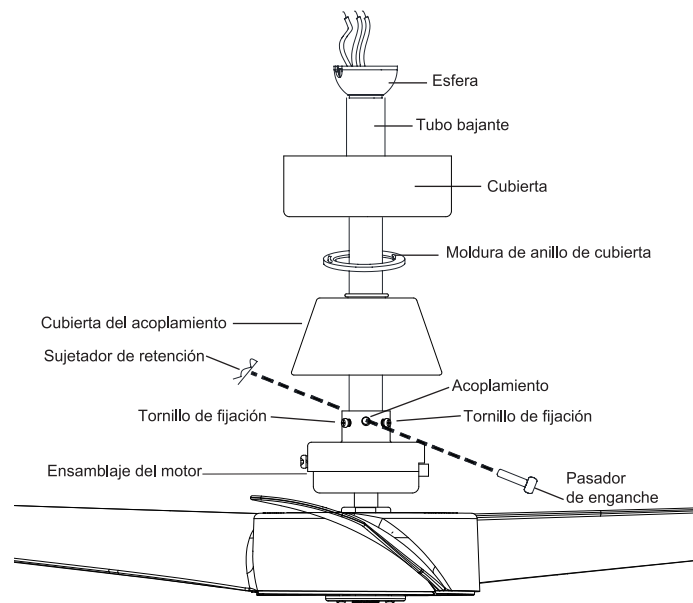

Fig. 9
Paso 4. Afloja los dos tornillos de fijación (no los quites) del acoplamiento situado en la parte superior del conjunto del motor. **(Fig. 9)**
Paso 5. Introduce con cuidado los cables desde el acoplamiento situado en la parte superior del conjunto del motor a través del tubo bajante. **(Fig. 9)**
Paso 6. Introduce el tubo bajante en el acoplamiento situado en la parte superior del conjunto del motor hasta que los orificios para los pasadores del tubo bajante y los orificios para los pasadores del acoplamiento queden alineados. Inserta con cuidado el pasador de enganche a través de los orificios del acoplamiento y del tubo bajante. **(Fig. 9)**
Inserta el sujetador de retención a través del orificio del pasador del enganche hasta que encaje en su posición de bloqueo. **(Fig. 9)**
Paso 7. Aprieta firmemente los dos tornillos de fijación del acoplamiento situado en la parte superior del conjunto del motor. **(Fig. 9)**
Paso 8. Desliza con cuidado la tapa del acoplamiento, moldura de anillo de cubierta (con el lado liso hacia el cuerpo del motor) y la cubierta sobre el tubo de bajante. **(Fig. 9)**